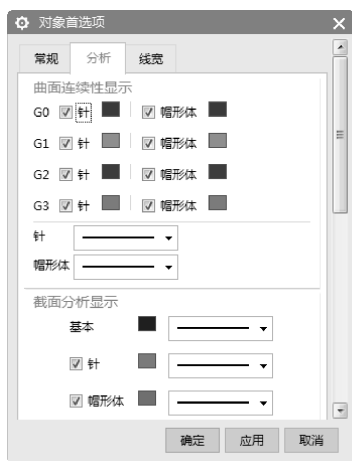

图 1-16 【分析】标签
- 【分析】标签（如图 1-16 所示）：主要用于控制曲面连续性显示、截面分析显示、偏差测量显示和高亮线的显示等。